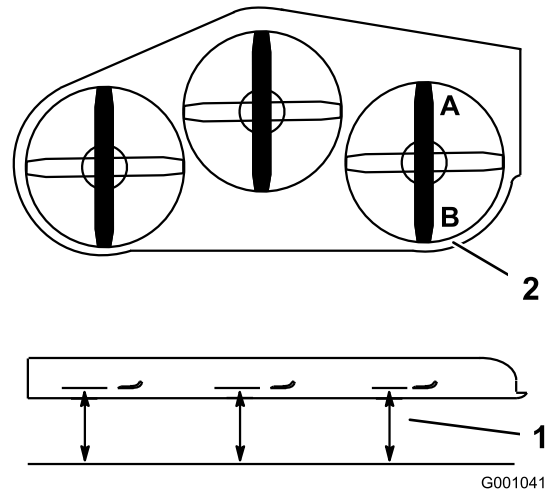

Figura 75
- Posicione uma lâmina da parte dianteira para a traseira. Meça nos locais **A** e **B** numa superfície nivelada à extremidade de corte das pontas das lâminas (**Figura 75**).